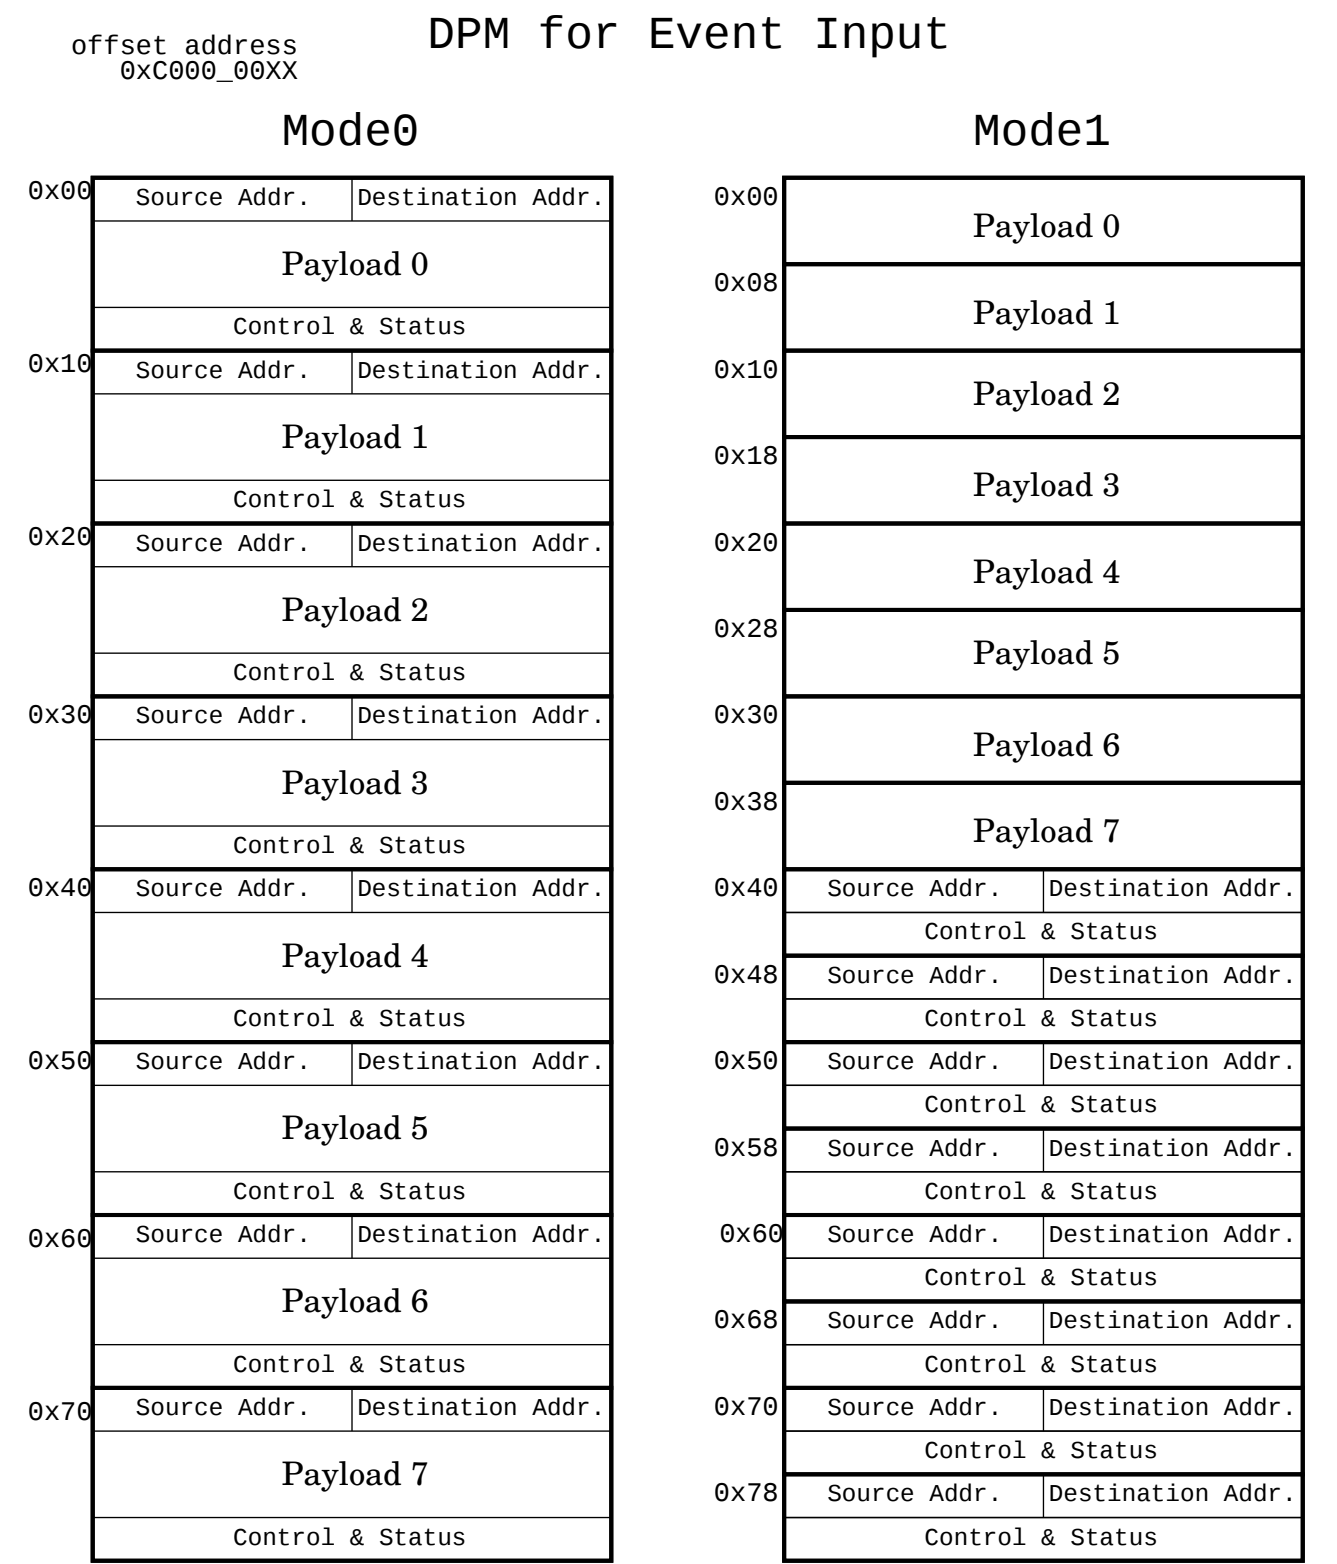
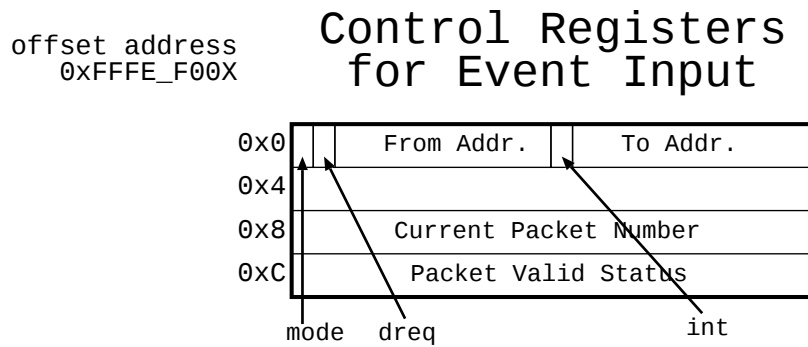

图 23.11: DPM for Event Input
図 23.12: Event in control register
図 23.11 にイベントリンク入力用 DPM の構成を示す。Event in control register (図 23.12 参照) に対して、開始アドレス From_Addr (byte address ではなく word address) と終了アドレス To_Addr (word address) を設定することにより、複数パケットを一度に受信できる。From_Addr と To_Addr は人間に分かりやすいようにこのような名前を付けられているが、実際には全く同じ機能のレジスタが二つ用意されている。From_Addr, To_Addr 共に、設定された word address - 1 のアドレスに DPM の *Responsive Link* 側からデータが書かれた瞬間に、DPM からプロセッサバス側に対して出力 (DMA 転送) を開始する (dreq bit が設定されている場合)。int bit の割り込みを利用して、ソフトウェアで受信することもできる。
DPM の制御レジスタ（図 23.12 参照）に以下を設定することで、受信の制御を行う。
- Mode1: mode bit に 1 を設定。ヘッダとペイロードを図 23.11 のように分離して受信。
Current Packet Number (r) 現在送信されているパケット番号（図 23.11 の payload 番号に相当）を示す